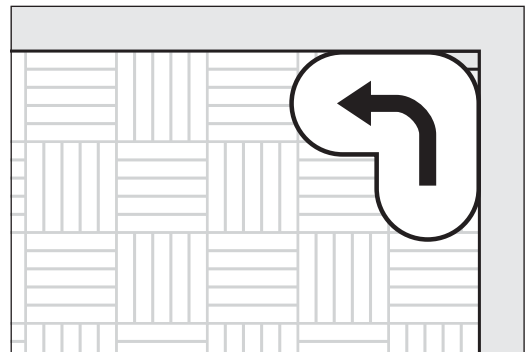

Abb. 13 FLIP® mit **Eckenvorsatz**:
- Die FLIP® mit **Eckenvorsatz** wird beim Schleifen **gegen den Uhrzeigersinn** bewegt (Abb. 13)! Ansonsten können tiefe Einschliffe entstehen, die nur sehr aufwendig beseitigt werden können!